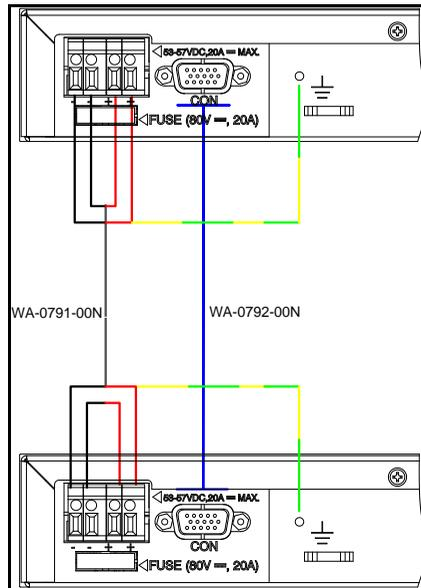

Abbildung 8-2: Rückseitige Verbindung zweier PD-90xxG
3. Schließen Sie das Gleichstromkabel /DC) an; dies besteht, wie in Abbildung 8-2 gezeigt als zwei roten Kabeln (+), zwei schwarzen Kabeln (-), und einem gelb/grünen Kabel.